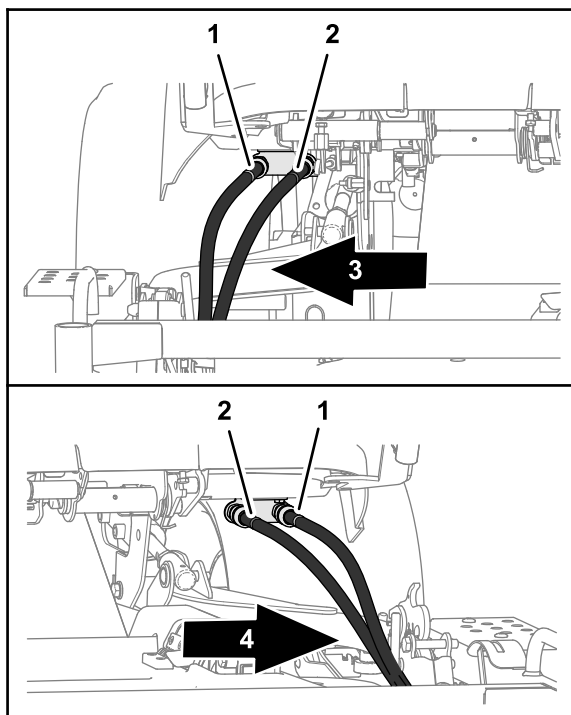

Bild 114
4. Schließen Sie die Hydraulikschläuche an jeder Seite der Zugmaschine ab (Bild 114).
- A. Schließen Sie den Hydraulikschlauch mit der blauen Kennzeichnung an die innere Schnelltrennkupplung (mit der blauen Kennzeichnung) an, siehe Bild 114 in Entfernen des Mähwerks \(Seite 79\).
- B. Schließen Sie den Hydraulikschlauch mit der roten Kennzeichnung an die äußere Schnelltrennkupplung (mit der roten Kennzeichnung) an, siehe Bild 114 in Entfernen des Mähwerks \(Seite 79\).